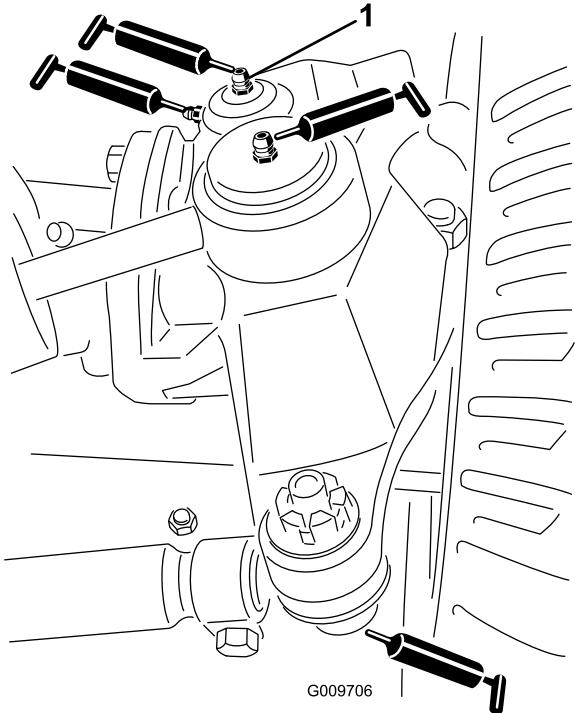

図 22
- ステアリングシリンダのボールジョイント 2ヶ所 図 22